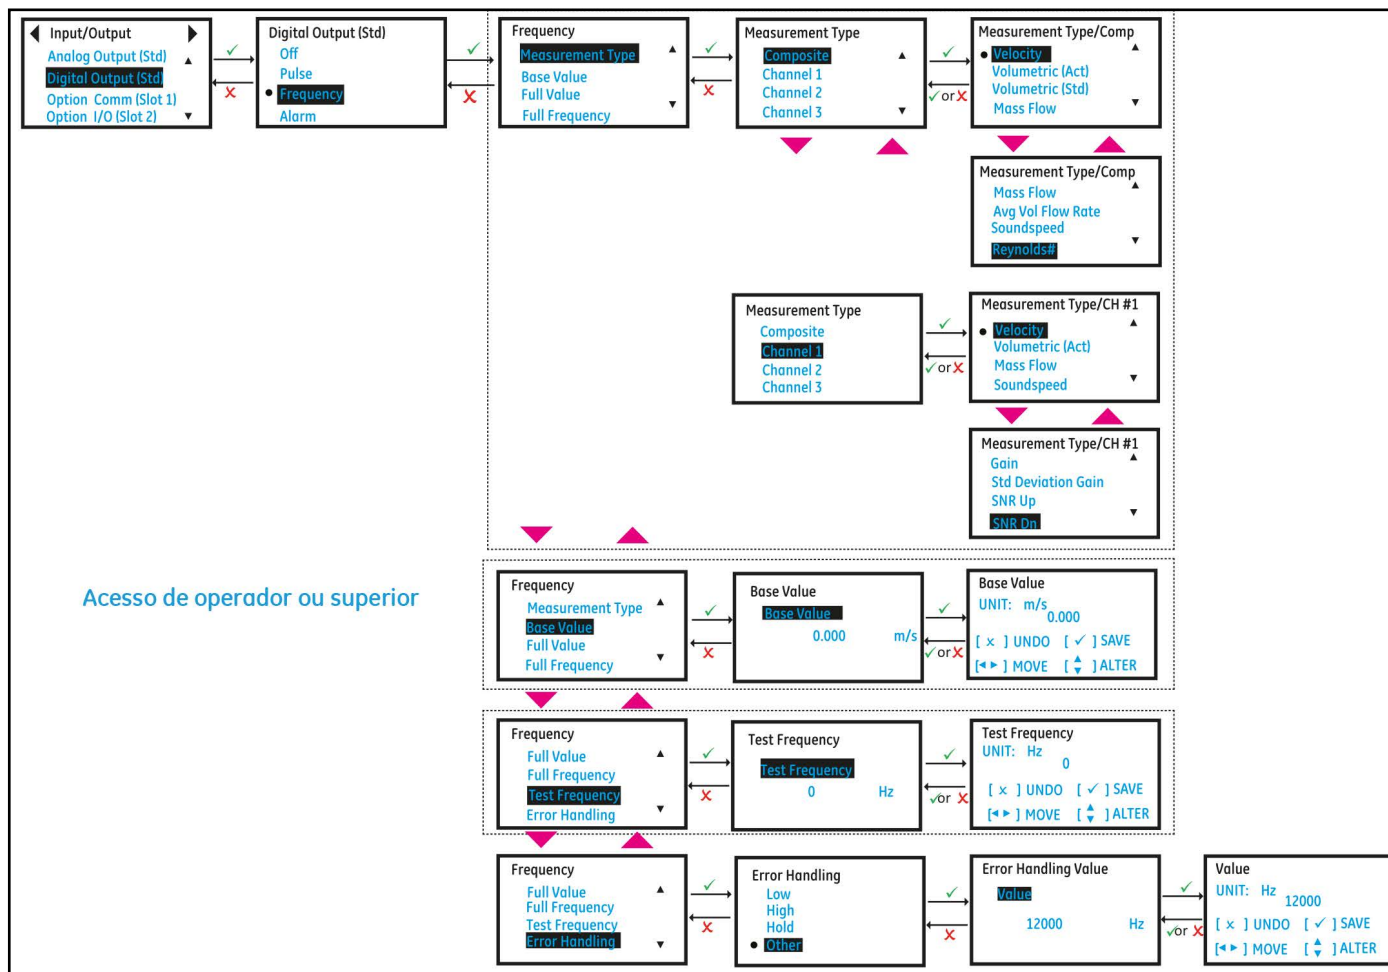

Figura 33: Configurar saída de frequência
2. Configure as opções **[Tipo de medição]**, **[Valor base]**, **[Valor total]**, **[Frequência total]**, **[Testar pulso]** e **[Tratamento de erros]** consoante as suas necessidades. A *Figura 33* abaixo apresenta as opções disponíveis. Consulte também a *Tabela 10* abaixo para compreender cada opção.